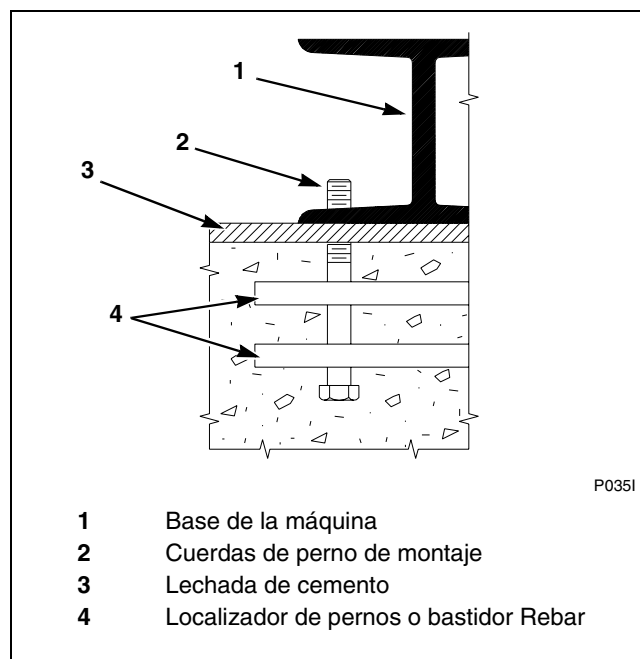

Figura 2
**NOTA:** Para los modelos con capacidad de 80 y 125 lb, contamos con localizadores de pernos o bastidores Rebar opcionales. Estos están diseñados para ser empotrados en concreto. Consulte la *Figura 2*.